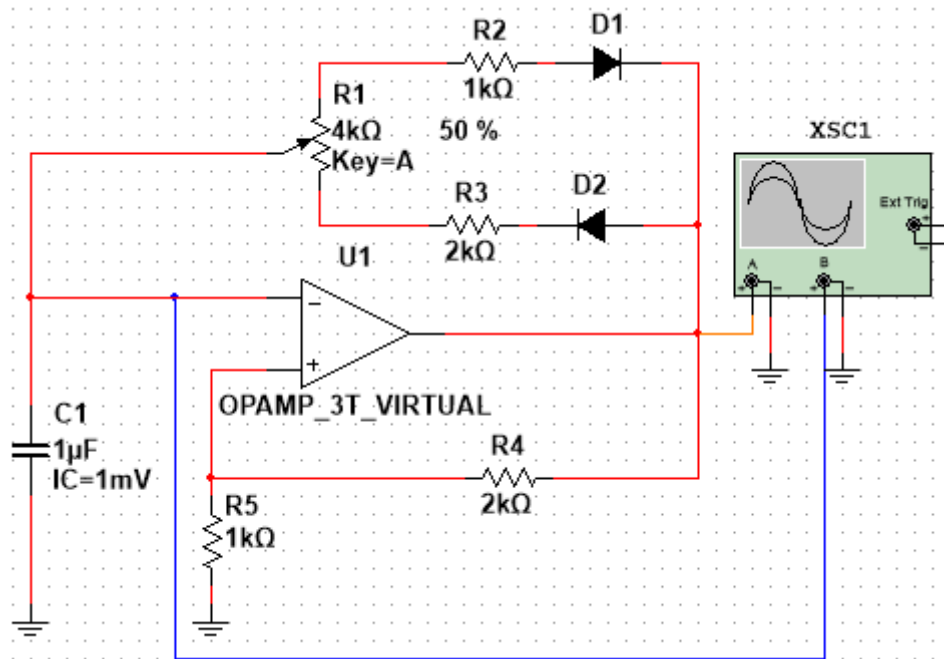

Рис. 2.
1. Зібрати схему як на рис. 2.